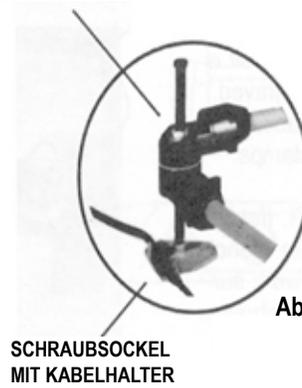

Abb. 5
6. Schrauben Sie je eine **SECHSKANTMUTTER** auf jede der beiden **DREHGELENKSCHRAUBEN**. Dann beide Schrauben in das **DREHGELENK** eindrehen bis das kugelförmige Schraubenende etwa 13 mm aus dem **DREHGELENK** vorsteht. Jetzt den **GLEITSOCKEL** auf das rechte **DREHGELENK** mit dem Führungsarm (Abb. 4) und den **SCHRAUBSOCKEL** auf das linke **DREHGELENK** mit dem kurzen Rohr aufstecken (Abb. 5).
9. Stellen Sie die Oberfräse mit dem Netzkabel nach hinten in die Mitte der Adapterplatte. Befestigen Sie die Maschine dort mithilfe der Schlossschrauben, Befestigungsklammern und Flügelmuttern. Das Netzkabel können Sie in den Kabelhalter einstecken (Abb. 5).